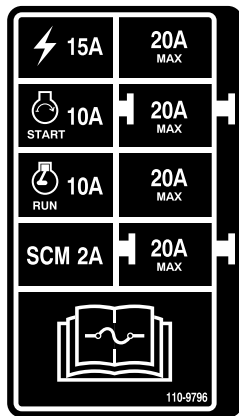

Figura 35
**Importante:** Si es necesario cambiar un fusible, utilice siempre un fusible del mismo tipo y amperaje que el fusible que está sustituyendo; si no, podría dañar el sistema eléctrico. Consulte la pegatina situada junto a los fusibles que contiene un esquema de cada fusible y su amperaje (Figura 35).